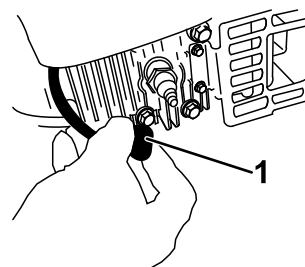

Figura 25
2. Scollegate il cappello dalla candela (Figura 25).